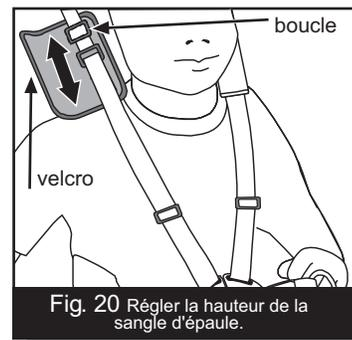

Fig. 20 Régler la hauteur de la sangle d'épaule.
- d. Régler la hauteur de la sangle d'épaule. Ajuster la hauteur de la sangle d'épaule pour qu'elle arrive juste au-dessus de la hauteur de l'épaule de l'enfant (Fig. 20).
- e. Régler la sangle d'épaule. Ouvrir les coussinets velcro. Faire glisser la boucle vers le bas ou le haut pour régler les sangles. Le harnais de siège devrait être suffisamment serré sans oublier d'être confortable (Fig. 20).